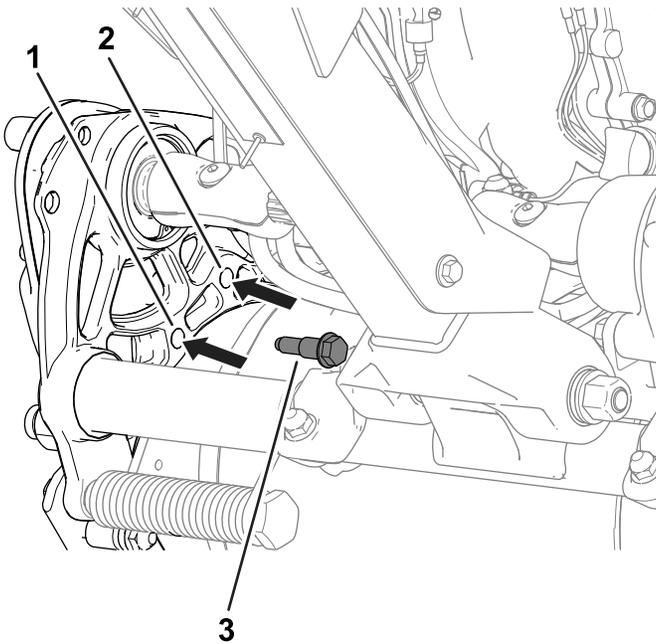

Bild 21
2. Entfernen Sie die Ansatzschrauben (Bild 21) auf jeder Seite der Maschine, die das Trommelantriebsgehäuse am Chassis befestigen.
4. Befestigen Sie das Antriebsgehäuse mit den zuvor entfernten Ansatzschrauben am Chassis (Bild 21).